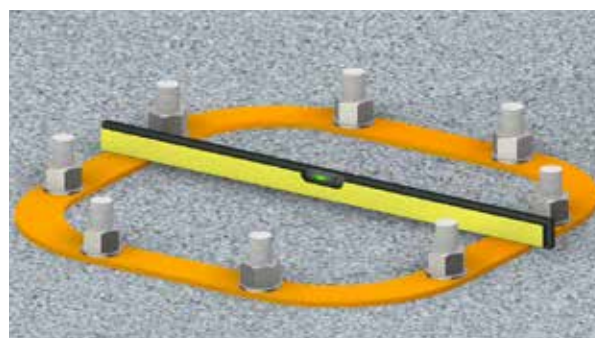

fig.23
5. Livellare la cornice di fondazione possibilmente servendosi di una bolla e provvedere al riempimento e alla rasatura del plinto (fig. 23).